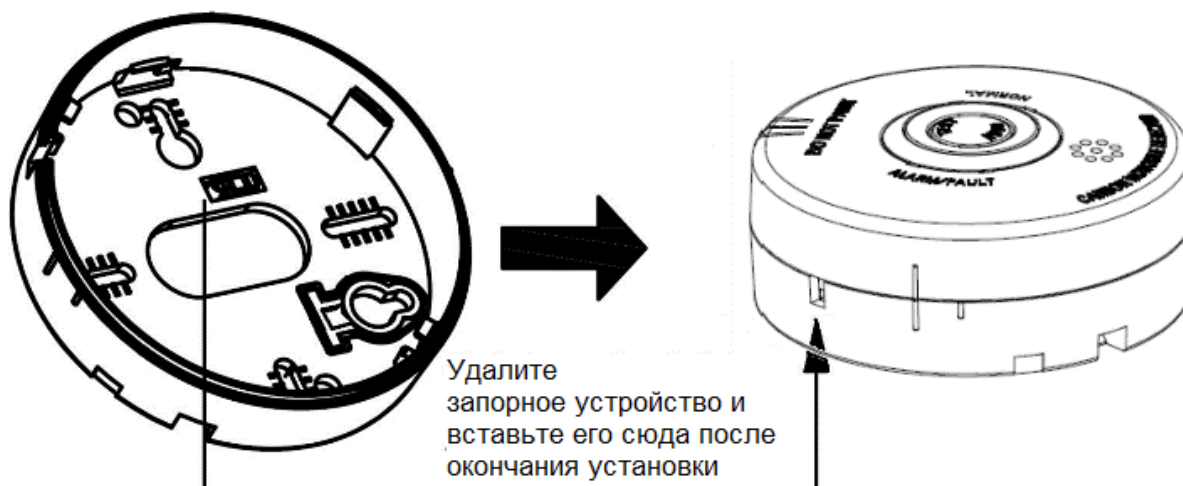

Рисунок 2.2.4.7 Противосъёмная защёлка
7. Снимите противосъемную защелку, и после установки извещателя её следует вставить, как показано на рис. 2.2.4.7. Это зафиксирует головку извещателя на основании, чтобы предотвратить снятие извещателя без инструмента.